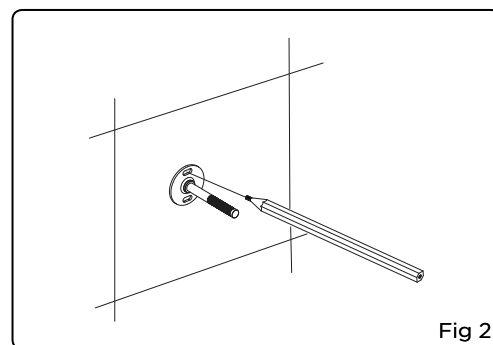

Fig 2
2. Déterminer l'endroit où sera installée la barre coulissante. Utiliser la fixation pour vous guider et marquer l'emplacement sur le mur de la douche avec un crayon à mine (fig. 2).
2. Determine dónde quiere instalar la barra. Use el montante como patrón y marque con lápiz sobre la pared el lugar donde desea instalarla. (fig. 2).